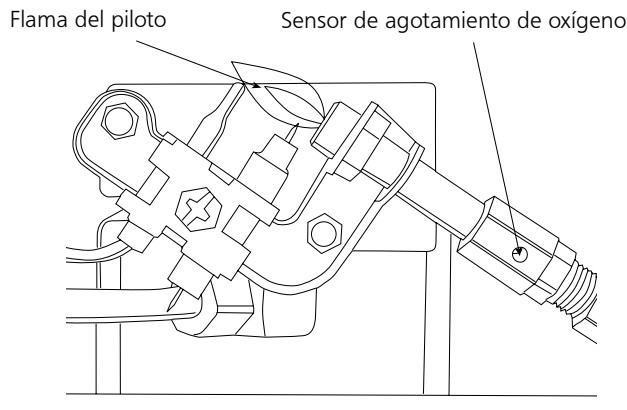

Figura 2
- Gire el regulador externo para la instalación de tanque fácil. Tornillo 1 libra. cilindro de suministro de gas de LP disponible dextrórum (de fondo) en calentador portátil hasta de mano apretado. No use el sellador de hilo en esta unión. ; ver la Figura 2.
- Ligeramente deprima y gire el Botón de Control en contrario para "PILOTAR" la posición, totalmente deprimir para encender a piloto y asimiento durante 30-60 segundos. Repita hasta pilotos. Ver la Figura 2.
La figura 2: Ate el depósito de combustible
Inspeccione visualmente la llama del piloto y el quemador periódicamente durante su uso. La llama del piloto debe ser de color azul (no amarilla) y debe extenderse más allá de la termocupla. La llama rodeará la termocupla justo debajo de la punta. Ver Figura 2, arriba. Una llama levemente
- 3 Quite (4) cuatro tornillos que aseguran la tapa trasera al Calentador.
- 5 Quite (4) cuatro quemador que retiene tornillos y línea de combustible de la asamblea de quemador. Quite la asamblea de quemador de la espalda del alojamiento.
- 8 Inspeccione y limpie el piloto (montado en el soporte) con una aspiradora o con aire a presión a través de los orificios en el piloto los cuales se indican con flechas en la Figura 2.